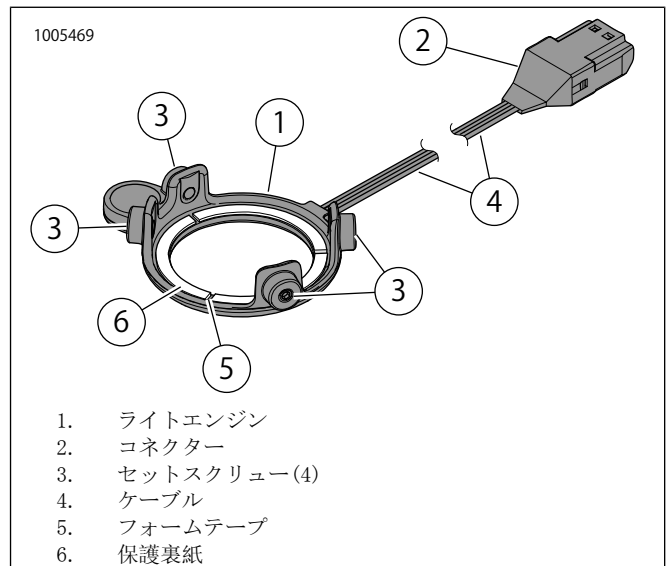

図1。LEDライト、ラウンドステージIスピーカー
3. 図1を参照してください。ライトエンジン(1)の裏にあるフォームテープ(5)から保護裏紙(6)をはがします。